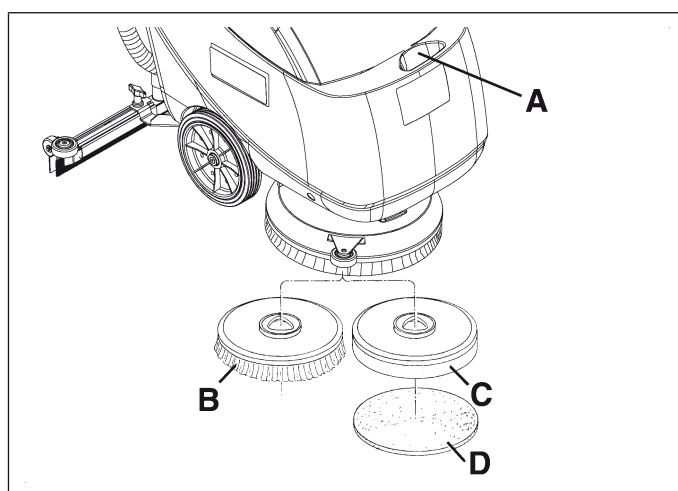

Figure 11
2. Remplir le réservoir de solution (A, Fig. 11) avec une solution adéquate au travail à effectuer.
Il est possible d'installer soit la brosse (B, Fig. 11) soit le plateau support disque (C) avec disque (D), en fonction du traitement à effectuer sur le sol.
5. Positionner la brosse (B, Fig. 11) ou le plateau (C) avec disque (D) sous la couverture.